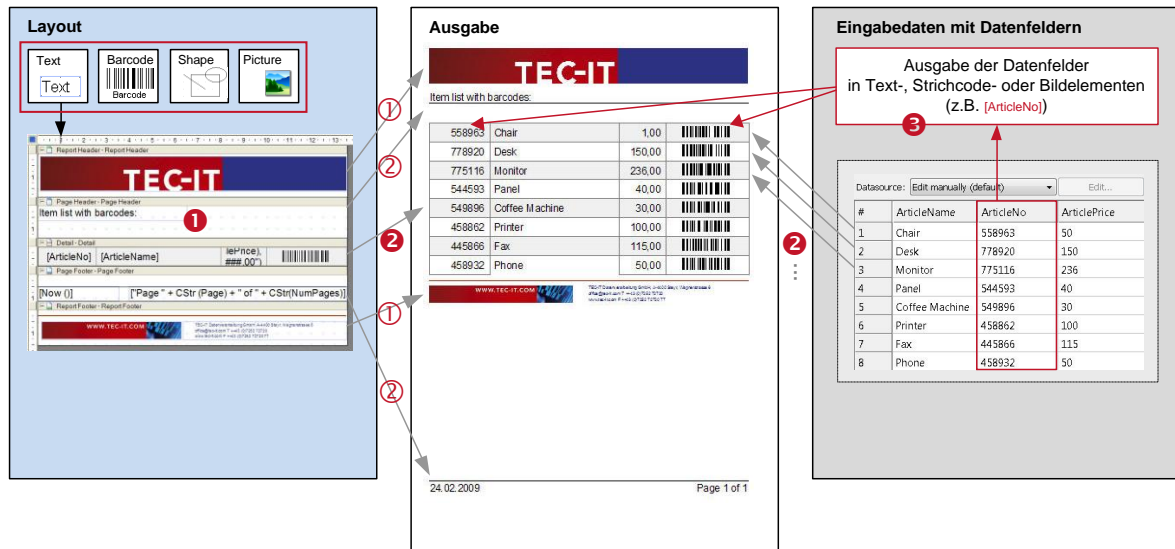

Abbildung 13: Vom Entwurf zur Ausgabe
Jedem Ausdruck liegt das Formularlayout zugrunde. Das Formularlayout nutzt verschiedene Designelemente wie Textelemente, Strichcodeelemente, grafische Elemente und Bilder, welche in den Formularbereichen platziert werden (siehe Abbildung 13, ❶).
Beim Generieren der Ausgabe wird jeder der Formularbereiche wiederholt ausgegeben: Der *Detailbereich* wird üblicherweise einmal pro Datensatz gedruckt (siehe Abbildung 13, ②). Der *Seitenkopf* und der *Seitenfuß* werden automatisch am Anfang bzw. am Ende jeder Seite hinzugefügt (siehe Abbildung 13, ②). Der *Berichtskopf* und der *Berichtsfuß* werden jeweils am Beginn und am Ende des Berichts gedruckt (siehe Abbildung 13, ①). Auf diese Weise setzt sich der fertige Ausdruck zusammen.
Für die Bereitstellung der Inhalte haben Sie mehrere Möglichkeiten: Text-, Strichcode und Bildelemente können sowohl mit fixen Daten belegt werden, als auch die Felder in einer Datenquelle referenzieren. Jegliche Referenzen werden während des Druckens aufgelöst und die eigentlichen Daten werden eingefügt (siehe Abbildung 13, ③). Zur Bereitstellung dynamischer Daten können aber nicht nur die Felder in einer Datenquelle verwendet werden. **TFORMer** stellt auch Systemfelder (z.B. die aktuelle Seitennummer) und Funktionen (z.B. das aktuelle Datum) zur Verfügung. Außerdem können Sie automatisch Seriennummern erstellen oder Daten per Formel berechnen lassen, um Sie anschließend im Layout zu verwenden.